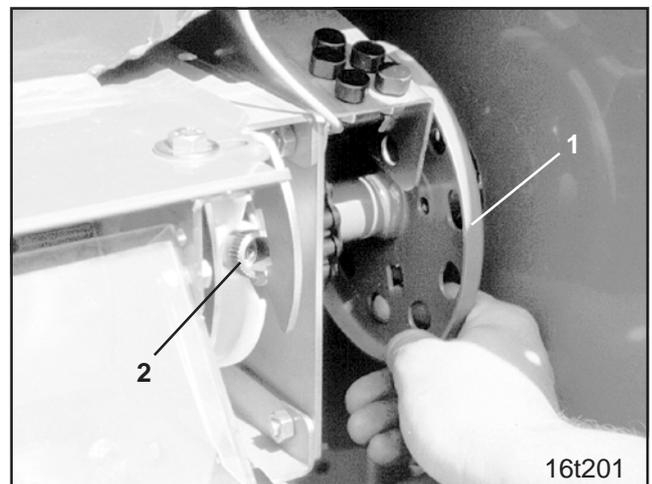

Fig. 15.7
- Handrad (Fig. 15.7/1) soweit verdrehen, bis die Rändelschrauben (Fig. 15.7/2) sichtbar werden